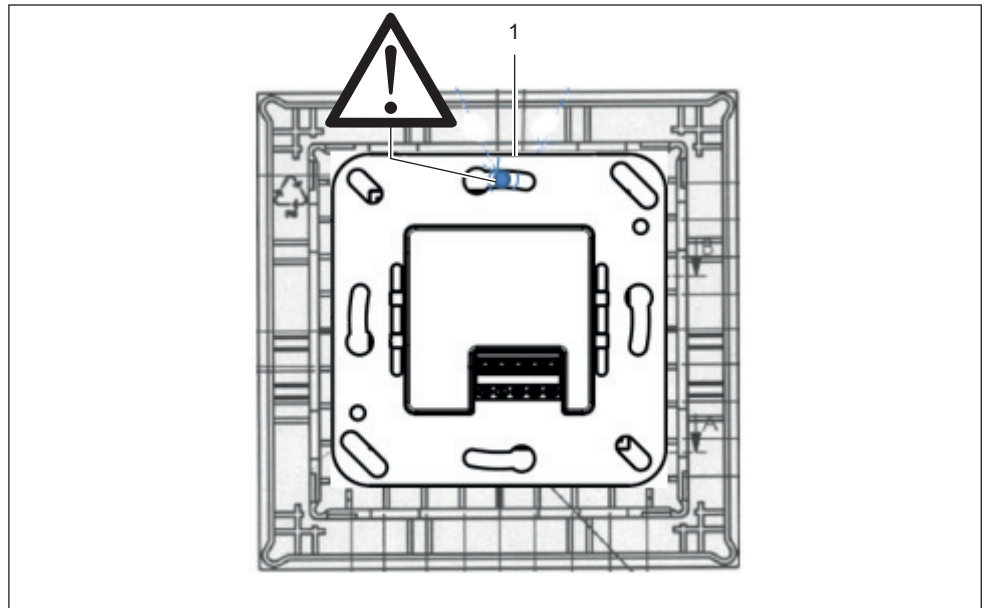

Fig. 19: Insérer le lecteur WRU 220 dans le module factice
2. Insérer le lecteur dans le module factice de manière à ce qu'il affleure en haut (Fig. 19/1).